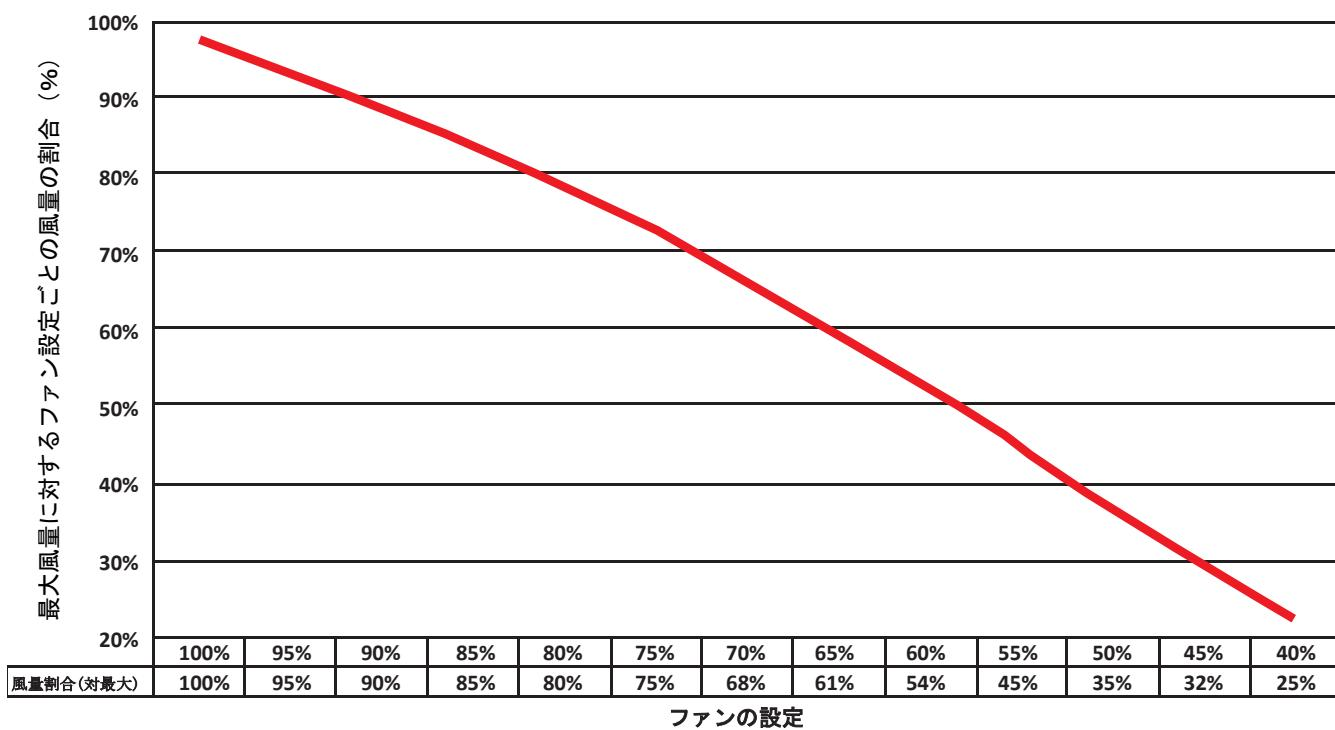

図4.5：可変ファンの風量
- ・ ファン速度50%の設定は風量50%と同等ではありません（図4.5）
水を活用することで、気化熱により豚を効果的に冷却することができます。これまでの調査によると、噴霧よりもスプリンクラーの方が効果的であることが分かっています。(図4.5)